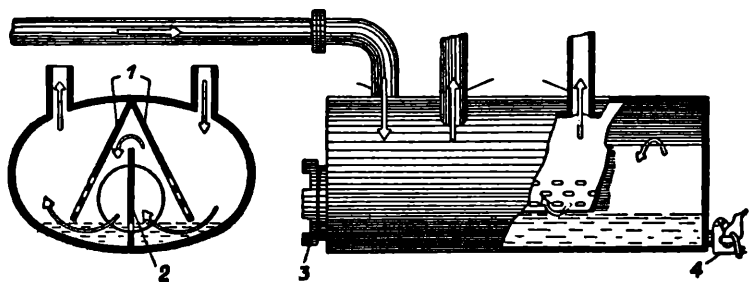

Рис. 38. Вступний очишувач.
отвір (7). Повітря, ссане мотором або вентилятором, входить через прислону (5) і диші (10) до огнища, а газ виходить в напрямі стрілок, потім трубою (8) до вступного очищувача (рис. 38). У вступнім очищувачі газ очищується від попелу і води, яку можна випускати отвором (4). Зі вступного очищувача йде газ до холодильниці (рис. 39 а), а звідси по охолодженню до властивого очищувача